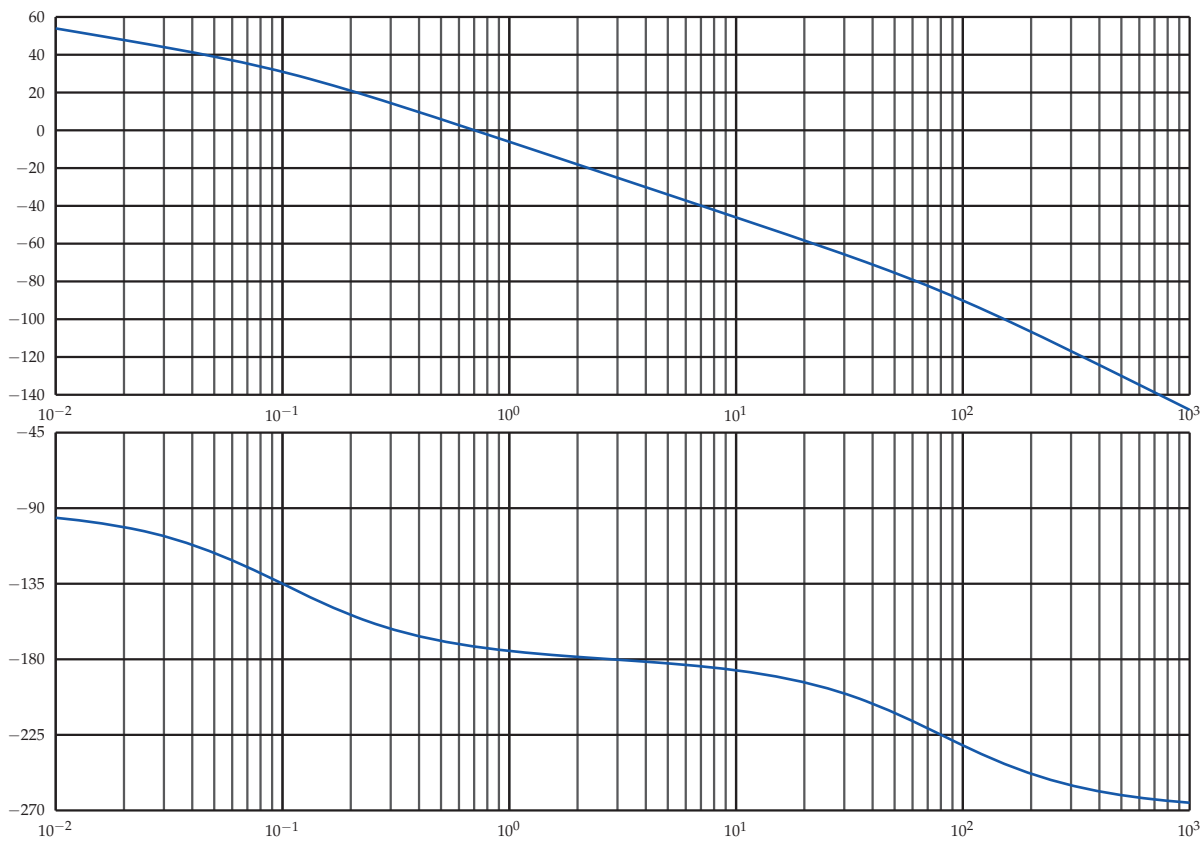

FIGURE 0.3 – système 2
**Q2.** On propose pour le système de la figure 0.3 le modèle suivant :  $H_2(p) = \frac{K}{p \cdot (1 + T_1 \cdot p)(1 + T_2 \cdot p)}$ , justifier et déterminer les paramètres.